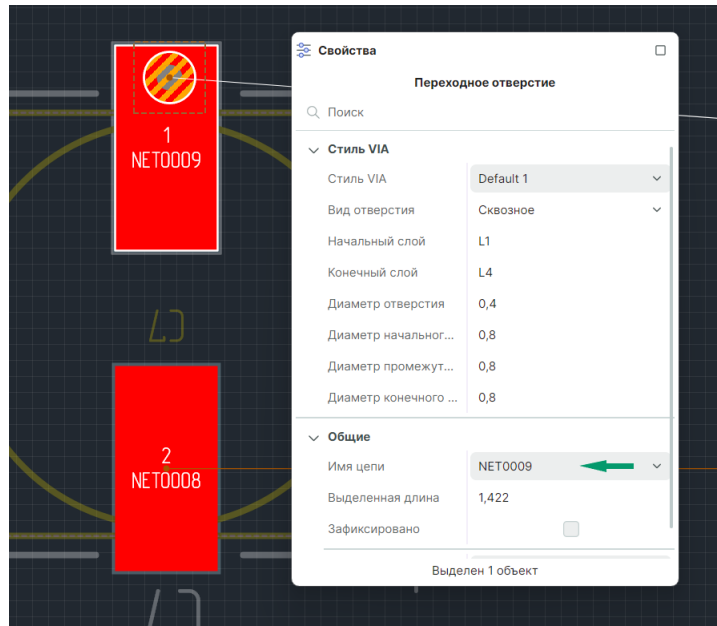

Рис. 183 Размещение ПО на КП без начала трассировки
- Размещение ПО на КП. Не начиная трассировку, разместите ПО с помощью инструмента «Разместить переходное отверстие». При таком размещении ПО входит в состав цепи, к которой относится контактная площадка, см. Рис. 183.